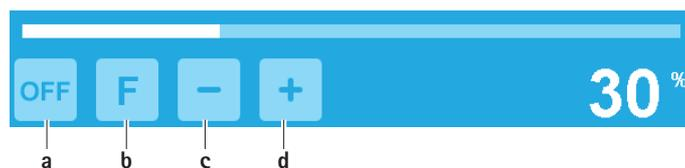

Fig. 7 Aktivera skölj pump-/”Flush”-funktion
- ▶ Aktivera skölj pump: Aktivera knappen för tillkoppling av skölj pumpen **a**, se Fig. 7. Skölj pumpen är aktiv och leder kylvätska med den för närvarande inställda flödesmängden.
- ▶ Inaktivera skölj pumpen: Aktivera knappen för frånkoppling av skölj pumpen **a**, se Fig. 7. Skölj pumpen är inaktiv och leder inte längre någon kylvätska.